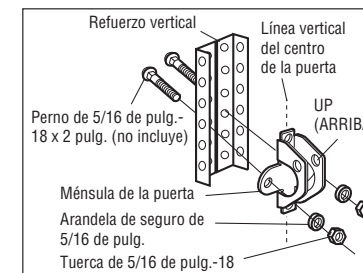

FIGURA 3
- Taladre los orificios de sujeción de 5 mm (3/16 de pulg.) Fije la ménsula de la puerta con tornillos autorroscantes. (Figura 3)